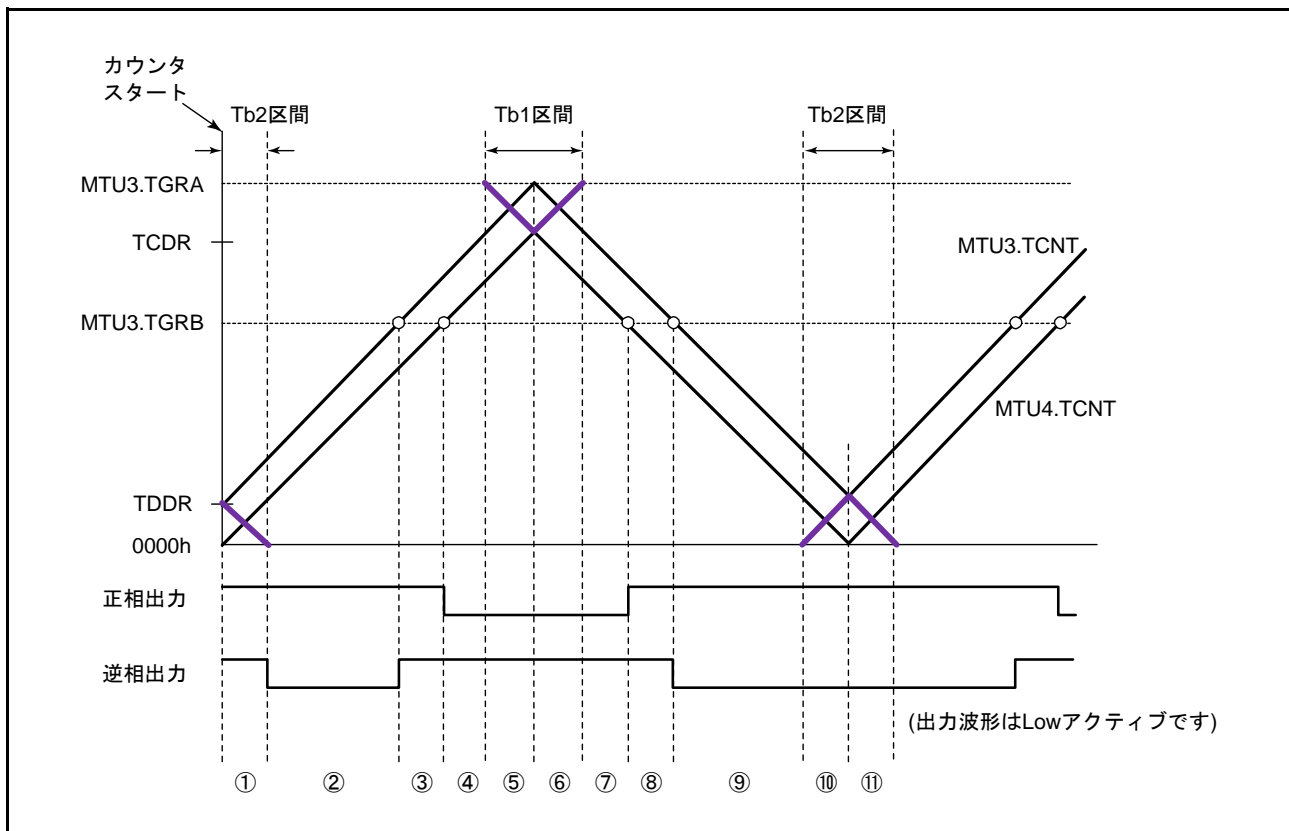

図 20.56 同期カウンタクリアタイミング
TWCR.WRE ビットを“1”に設定することで初期出力を抑止することができるのは、同期クリアが図 20.56 の⑩、⑪のような Tb2 区間に入ってきたときのみです。それ以外のタイミングで同期クリアが起こった場合は、TOCR1.OLSN, OLSP ビットで設定した初期値が出力されます。また、Tb2 区間であっても、図 20.56 の①で示すカウンタスタート直後の初期出力期間で同期クリアが起こった場合には、初期出力の抑止は行いません。
(図 20.56 のタイミング⑥、TWCR.WRE ビット = 1)
(図 20.56 のタイミング⑧、TWCR.WRE ビット = 1)
(図 20.56 のタイミング①、TWCR.WRE ビット = 1)